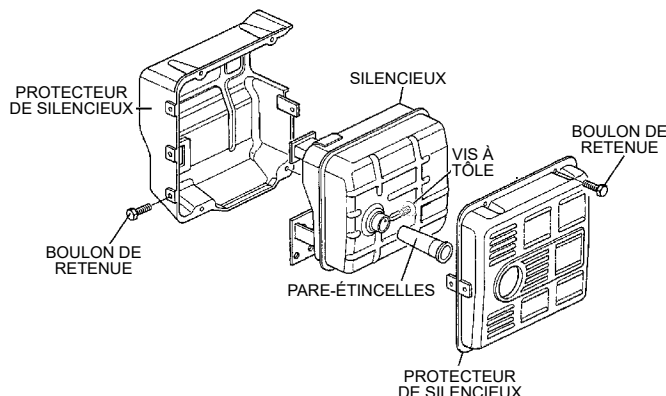

**Figure 37. Nettoyage de l'élément filtrant en mousse**
3. Nettoyez l'élément en mousse avec de l'eau chaude savonneuse ou un solvant ininflammable (Figure 37). Rincez et séchez à fond.